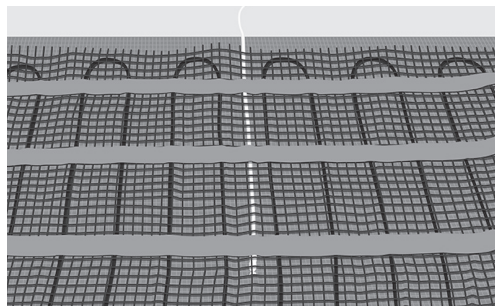

Fig. 7. Placera givarslangen/givaren mellan kablarna
11. Placera och fixera givarslangen eller golvgivaren om ingen givarslang används. Placera slangen/givaren mellan två värmekablar (Fig. 7).